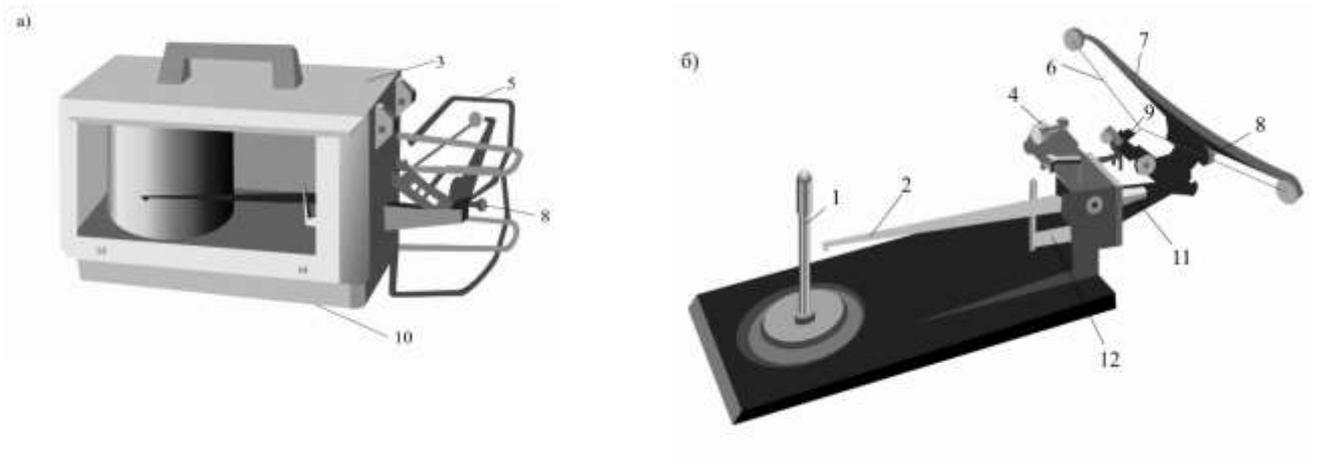

Рисунок 7 – Гигрограф метеорологический
- **гигрограф метеорологический** с чувствительным элементом в виде пучка обезжиренных волос (рисунок 7)
**Гигрограф метеорологический** (рисунок 7) обеспечивает непрерывную регистрацию изменений относительной влажности воздуха в диапазоне от 30 до 100% при температуре окружающего воздуха от  $-35$  до  $45^{\circ}\text{C}$ .